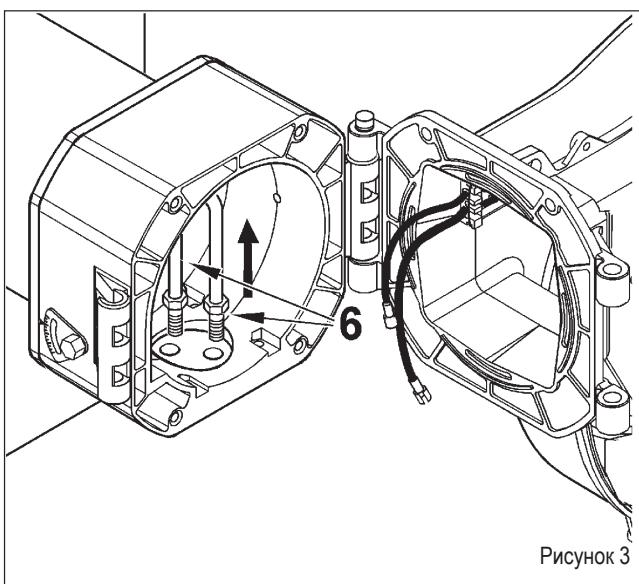
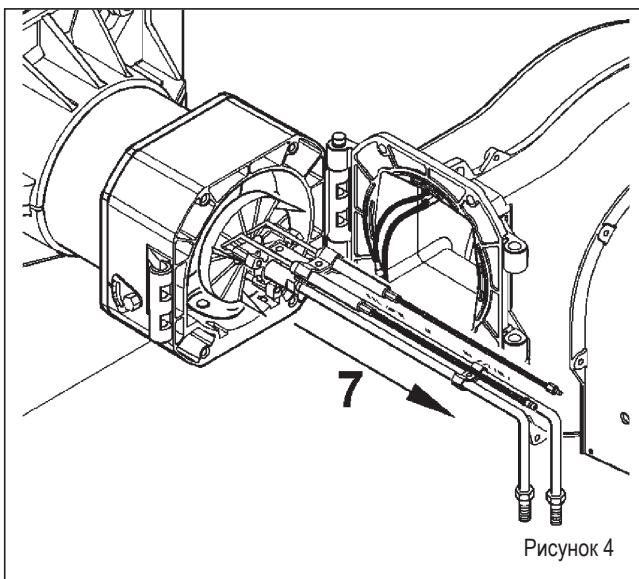

Рисунок 3
Рисунок 4
- Приподнимите узел смесителя (6) (рис. 3) до выхода трубок с гнёзд. После этого полностью снимите весь узел в направлении, указанном стрелкой 7 на рис. 4.